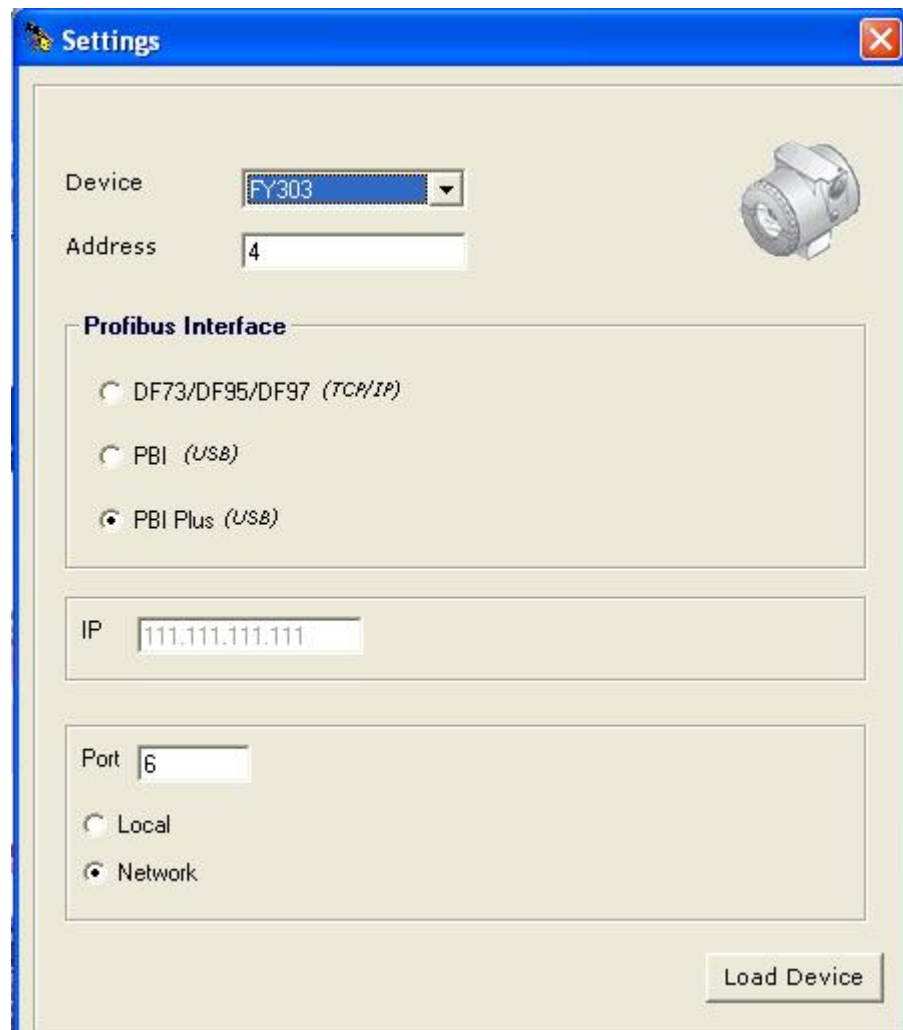

Figura 2.1 – Configuración del software PROFIBUSView
1) Al inicializar el software PROFIBUSView, elija la opción “Settings” para empezar las configuraciones. Cuando la pantalla se abra, seleccione en la opción “Device” el equipo que se va a configurar. En seguida, se debe escribir la dirección de este equipo. En la opción “Profibus Interface”, se debe poner el artículo “PBI-PLUS (USB)”. En seguida, se elige la puerta de comunicación y, finalmente, si la comunicación será local (opción “Local”) o en el campo (opción “Network”). Detalles sobre estos dos tipos de comunicación se pueden visualizar en el Capítulo 1. La Figura 2.1 muestra la pantalla donde se harán estas configuraciones.